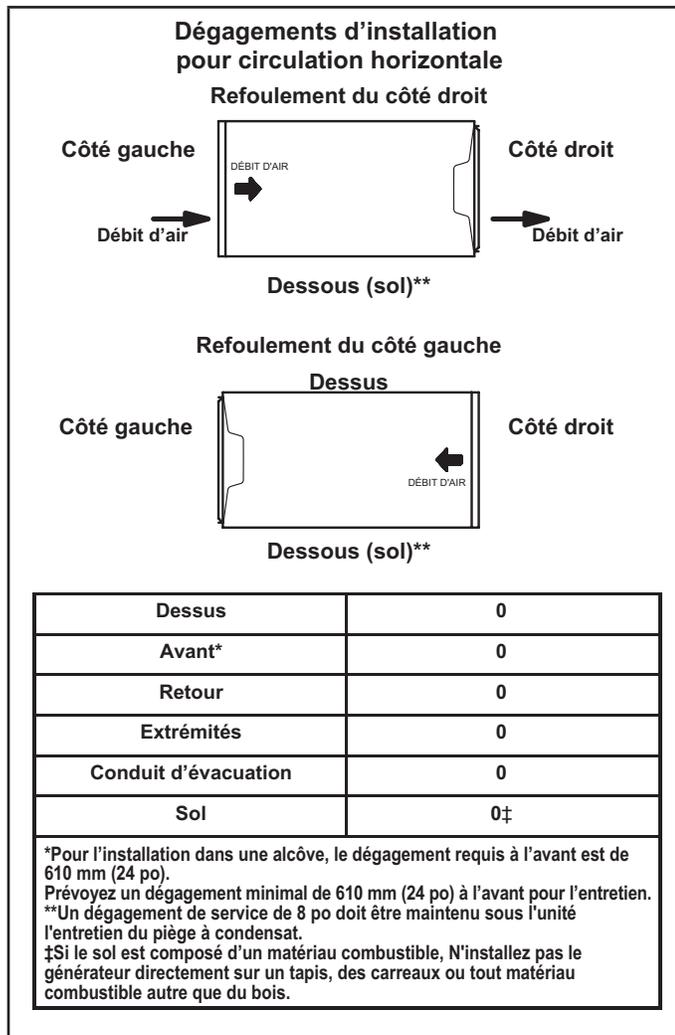

FIGURE 17
Reportez-vous à la FIGURE 17 pour les dégagements prescrits pour les configurations horizontales.
- 1 - Sélectionnez l'emplacement de l'unité en tenant compte des dégagements d'entretien et des autres dégagements nécessaires. Reportez-vous à la FIGURE 17.